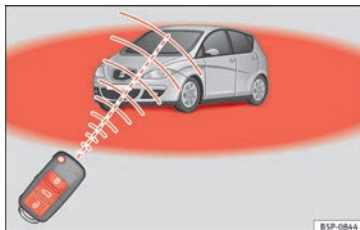

Fig. 51 Radio de acción del mando a distancia por radiofrecuencia.
- El mando a distancia por radiofrecuencia funciona únicamente dentro de su radio de acción » **fig. 51** (zona roja).
- Si se desbloquea el vehículo con la tecla ① y no se abre ninguna puerta ni el portón trasero antes de que transcurran 30 segundos, volverá a bloquearse automáticamente. Esta función impide que el vehículo permanezca desbloqueado involuntariamente durante un periodo de tiempo prolongado.